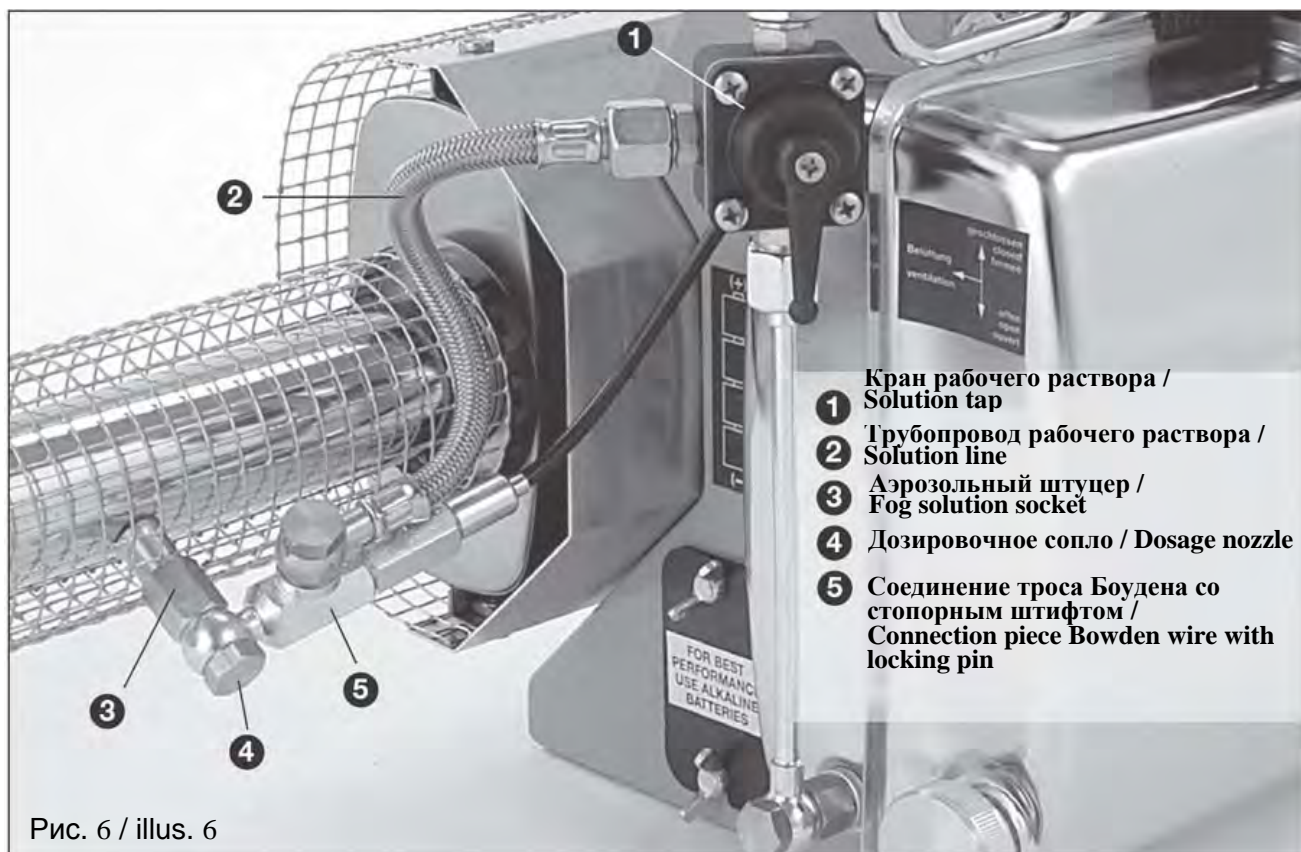

Рис. 6 / illus. 6
– Подготовьте устройство обычным образом и запустите его, откройте кран рабочего раствора (120), рычаг обращен вниз (рис. 6). Туман еще не будет выходить, он будет выходить тогда, когда рычаг (320/10) аварийной отсечки (рис. 7) будет сдвинут вправо и штифт поршня (320/5) будет помещен в верхнее отверстие рычага (320/10), теперь устройство аварийной отсечки находится в открытом положении; оно остается открытым и закрывается только тогда, когда устройство останавливается.
Остальные части устройства сохраняют свои первоначальные функции (рис. 6 и 7).